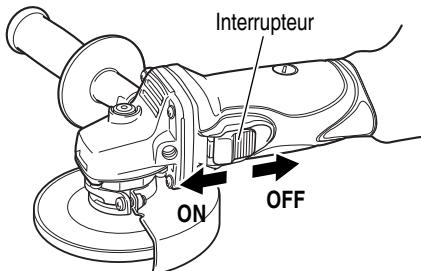

Fig. 7
- Mettre la meuleuse sous tension (Fig. 7) Tout en maintenant la meuleuse fermement, utiliser un doigt pour faire glisser l'interrupteur sur la position "ON".